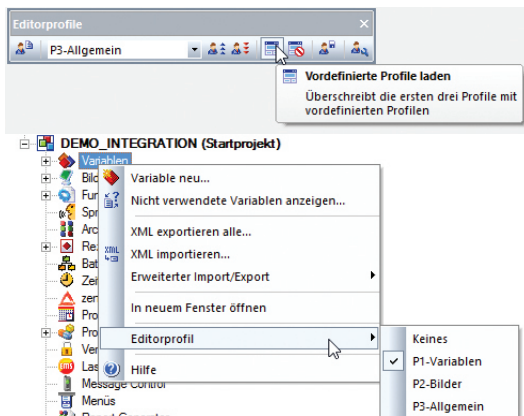

Abbildung 1: Editorprofile zuordnen
2. Zuordnen der Profilssets zu einem Knoten im Projektbaum. Damit erhalten Sie beim Klick auf einen Knoten optimal angepasste Editoreinstellungen, für Bilder eine andere als für Variablen usw. In der Symbolleiste „Editor Profile“ ist im Eintrag „Vordefinierte Profile laden“ bereits ein Set solcher Profile hinterlegt. Die Profile verwalten Sie über die Symbolleiste und ordnen Sie über das Kontextmenü den Knoten des Projektbaums zu (siehe *Abbildung 1*).